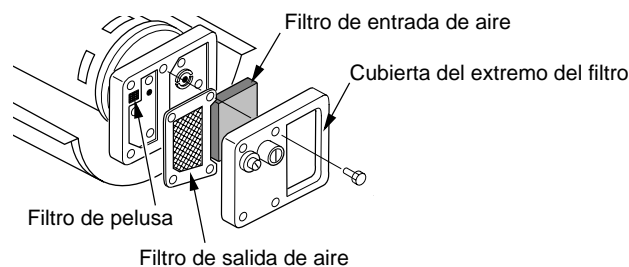

Figura 8 - Salida de aire, entrada de aire y filtros de pelusa
2. Quite los tornillos de la cubierta del extremo del filtro utilizando un sacatuercas de 5/16 pulgadas (consulte la figura 8).